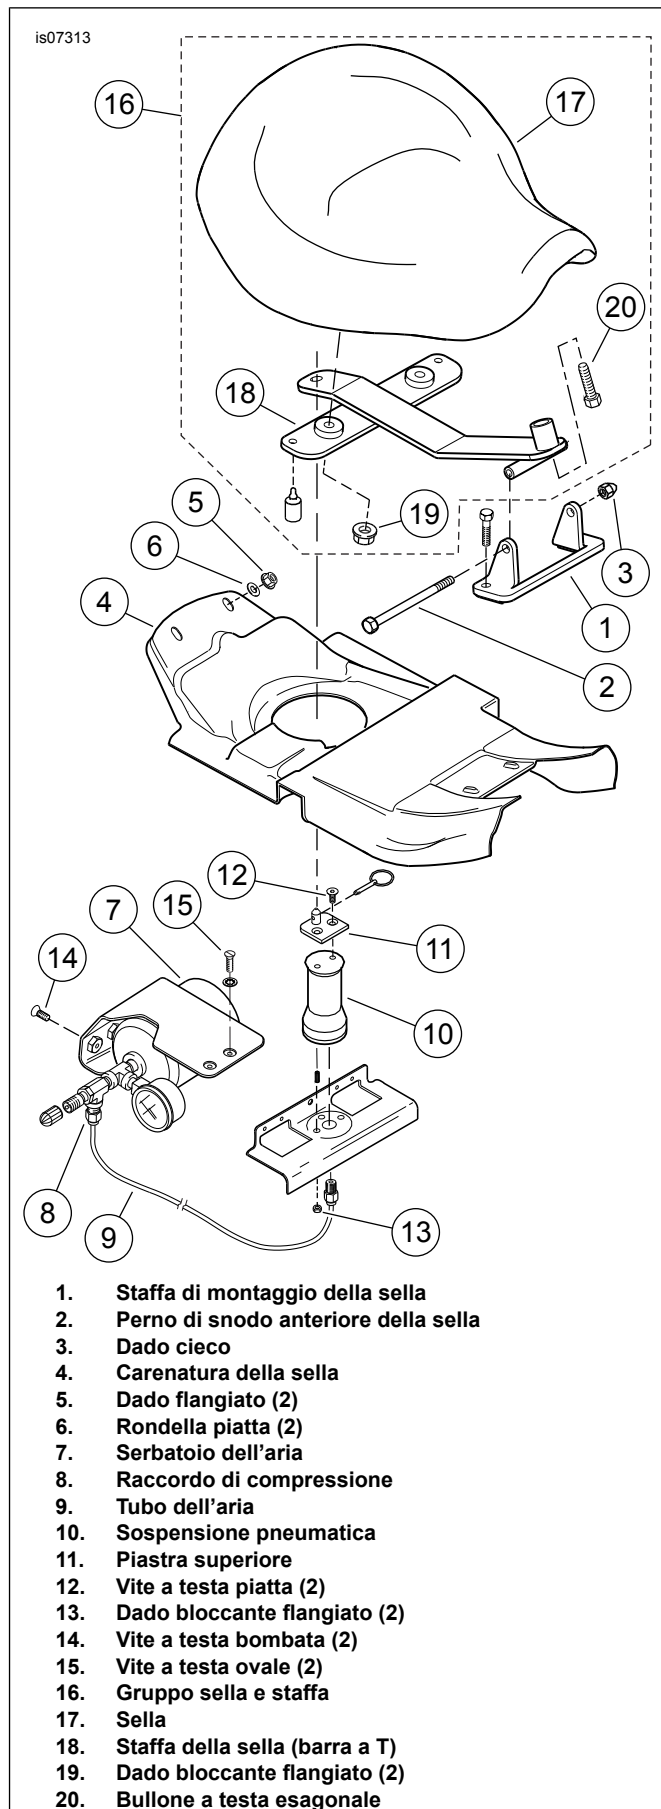
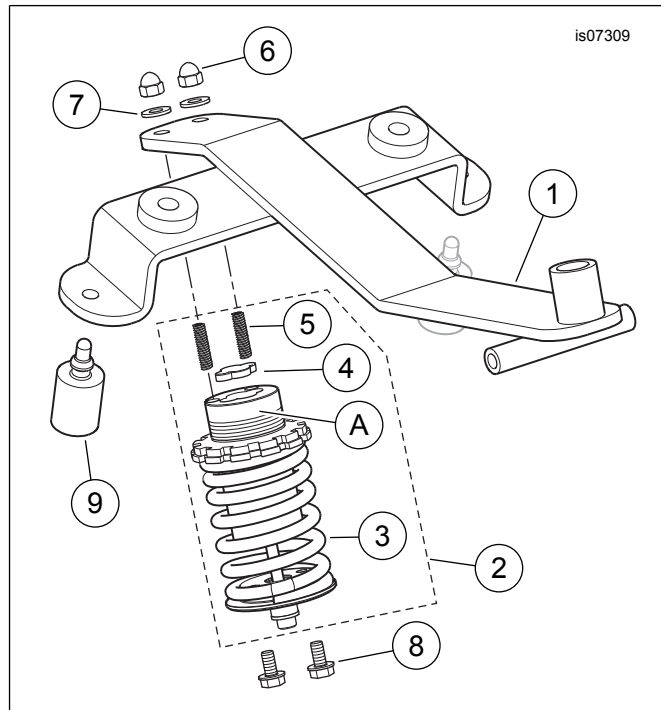

Figura 3. Rimozione sella a sospensioni pneumatiche
Figura 5. Parti di ricambio, kit di sospensione della sella modello Police
Vedere Figura 5 e Tabella 1.
3. Vedere Figura 3. Rimuovere il bullone di snodo anteriore della sella (2) e il dado cieco (3) dalla staffa di montaggio della sella (1). Sollevare il gruppo di sella e della staffa (barra a T) (16) dalla motocicletta.
4. Rimuovere due dadi flangiati (5) e le rondelle (6) e rimuovere la carenatura della sella (4) sotto la sella stessa.
1. Vedere Figura 5. Collocare il gruppo della molla della sella (2) sulla saldatura del telaio del veicolo. Allineare i fori sulla piastra inferiore della molla ai fori sul telaio. Installare due viti (8) **nuove** prese dal kit. Serrare le viti ad una coppia di 4,1–6,8 N·m (36–60 **in-lbs**).
4. Vedere Figura 3. Installare la carenatura della sella (4) con le rondelle (6) e i dadi flangiati (5) rimossi precedentemente. Serrare i dadi ad una coppia di 6,8–10,8 N·m (60–96 **in-lbs**).
5. Vedere Figura 5. Installare la sella sulla staffa (1) **nuova** della sella. Fissare con due dadi flangiati e un bullone a testa esagonale (Figura 3, elementi 19 e 20) rimossi dalla staffa della sella a sospensione pneumatica. Serrare i dadi flangiati ad una coppia di 10,9–16,3 N·m (96–144 **in-lbs**). Serrare il bullone ad una coppia di 6,8–13,6 N·m (60–120 **in-lbs**).
6. Collocare il gruppo di sella e staffa sulla motocicletta. Installare il perno di snodo anteriore (2) e il dado cieco (3). Serrare ad una coppia di 5,4–9,5 N·m (48–84 **in-lbs**).
7. Vedere Figura 5. Ruotare la parte superiore della molla della sella (2) in modo che i prigionieri filettati superiori (5) siano disassati rispetto al retro del veicolo.
8. Allineare la staffa della sella ai prigionieri e installare le rondelle (7) e i dadi ciechi (6). Serrare ad una coppia di 6,8–9,5 N·m (60–84 **in-lbs**).
Vedere Figura 5. I paraurti della staffa della sella (9) garantiscono l'ammortizzamento in determinate condizioni di guida. La modifica del sistema della sella può influenzare il comfort del pilota durante la guida.
1. Vedere Figura 5. Staccare il cappuccio di gomma (4). Rimuovere i prigionieri (5).